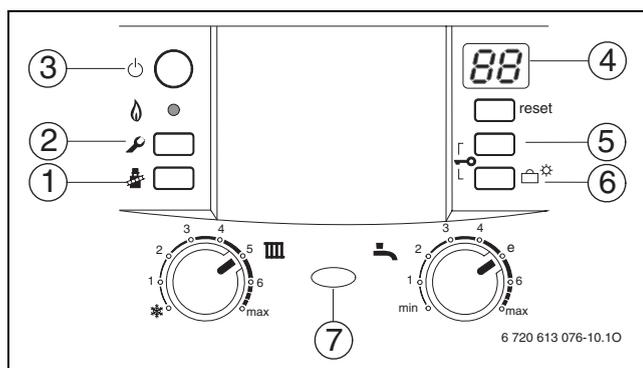

Fig. 39 Panoramica degli elementi operativi
- ▶ Premere più volte il tasto (5) o il tasto (6) (→ fig. 39) finché non viene visualizzata la funzione di servizio desiderata.
- ▶ Premere contemporaneamente i tasti (5) e (6) (→ fig. 39) per 3 sec. (durante quest'operazione il display visualizza ) finché il display non mostra nuovamente cifra.lettera, ad es. 8.A .
- ▶ Premere più volte il tasto (5) o il tasto (6) (→ fig. 39) finché non viene visualizzato il valore desiderato della funzione di servizio.
- Tenere premuti contemporaneamente i tasti (5) e (6) (→ fig. 39, pagina 34) per 3 sec. (il display visualizza ) finché il display non visualizza una funzione di servizio del primo livello ad es. 1.A.